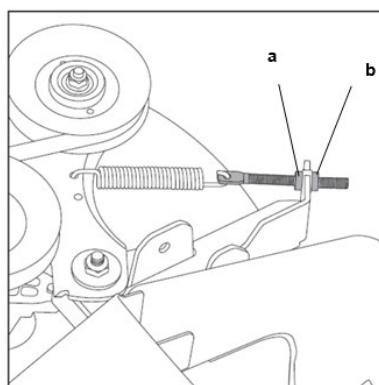

Fig. 26
1. Il cavo del piatto di taglio è preimpostato in fabbrica senza filettature esposte dietro il dado di bloccaggio (b). (Fig. 26)